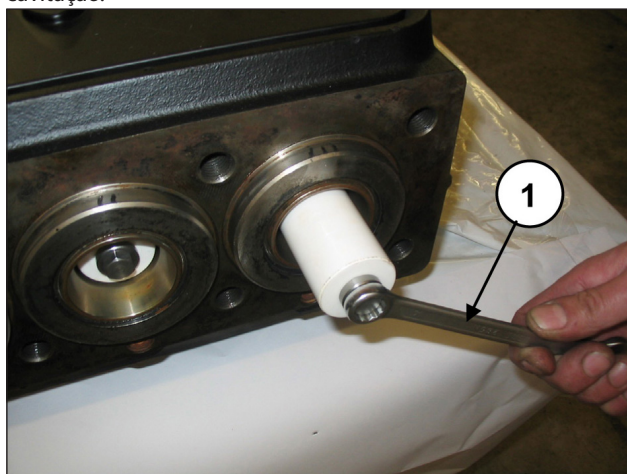

Fig. 151
Providencie a desmontagem dos pistões, soltando os parafusos de fixação (pos. ①, Fig. 151).